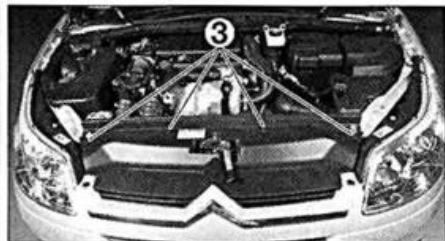

FIG. 5
- Desmontar las grapas (3) (fig. 5).